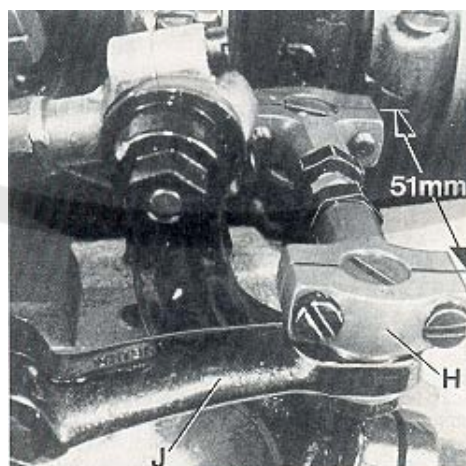
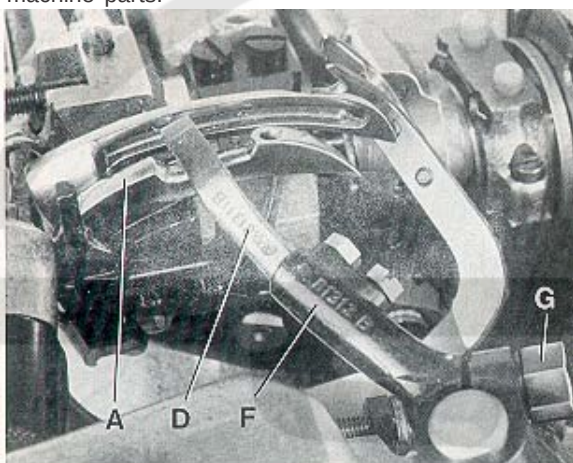
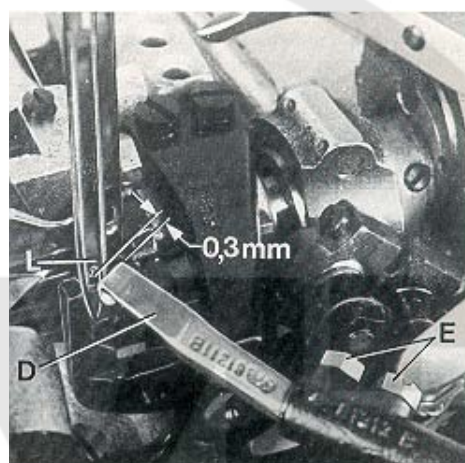

Fig.13
Fig.14
Fig.15
The distance (set at the factory) from center to center of the two ball joints driving the cross looper should be 51 mm (2") (see Fig. 13).
Basically the front ball joint (H, Fig. 13) should be positioned as far as it will go to the left in the fastening slot of the cross looper drive lever (J).
When rotating the handwheel in operating direction cross looper (D, Fig. 14) should swing as close as possible in the recess behind the eye over the double locked stitch looper (A) without contacting it.
At the left end of its swing motion cross looper (D, Fig. 15) must be positioned so that the left needle (L) securely stitches into the thread loop hanging around the hook of cross looper (D). In front of the left needle the cross looper should pass in a distance of 0.3 mm (.012") (see Fig. 15).
La distancia (de fábrica) del centro de las dos articulaciones esféricas que manejan el looper cruzado debe ser de 51 mm (Ver Fig. 13).
La articulación esférica frontal (H, Fig. 13) debe quedar lo más lejos posible a la izquierda de la ranura de seguridad de la palanca del looper cruzado (J).
Girando el volante en dirección de operación el looper cruzado (D, Fig. 14) debe moverse lo más cerca posible del espacio detrás del ojo del looper para doble puntada de seguridad (A) pero sin tocarlo.
Al final izquierdo de su recorrido, el looper cruzado (D, Fig. 15) debe estar posicionado de manera tal que la aguja izquierda (L) forme la puntada en el lazo del hilo guiándolo alrededor de el gancho retenedor del hilo del looper cruzado (D). El looper cruzado debe pasar frente a la aguja izquierda a una distancia de 3 mm (Ver Fig. 15).
After loosening the two screws (E, Fig. 15) the 0.3 mm (.012") distance to the left needle is adjustable. Retighten screws on the flat of the cross looper shank.
After loosening clamp screw (G, Fig. 14) cross looper lever (F) can be raised or lowered for setting the height of cross looper (D) with respect to the double locked stitch looper (A) and it can be tilted to the right or left for adjusting the swing motion of the cross looper with respect to the left needle. Retighten clamp screw.
If required the length of the path of the cross looper swing motion can be reduced by positioning ball joint (H, Fig. 13) to the right in the fastening slot of the cross looper drive lever (J).
Después de aflojar los dos tornillos (E, Fig. 15) la distancia de 0,3 mm de la aguja izquierda es ajustable. Apriete los tornillos en la parte plana del tronco del looper cruzado. Después de aflojar el tornillo de sujeción (G, Fig. 14) la palanca (F) del looper cruzado se puede subir o bajar como sea necesario para ajustar la altura del looper cruzado (D) con respecto al looper cruzado para doble puntada de seguridad (A) y puede ser movido a la derecha o izquierda para ajustar el movimiento del looper cruzado con respecto a la aguja izquierda. Apriete el tornillo de sujeción. De ser requerido, se puede reducir el largo del movimiento del looper cruzado colocando la conexión esférica (H, Fig. 13) a la derecha de la ranura de seguridad de la palanca del looper cruzado (J). Asegúrese cuando realice estos ajustes que el looper cruzado no interfiere con la parte de la plancha de aguja o alguna parte de la máquina.